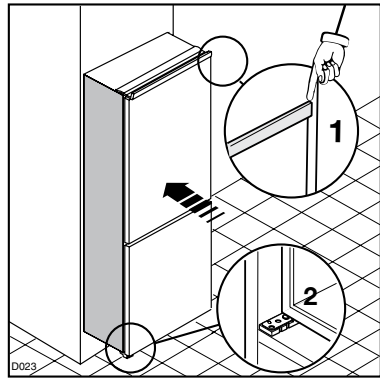

Abb.6
Abb.6: Gerät in die Nische einschieben, bis die Anschlagleiste (1) oben am Möbel anliegt und die vordere Kante des Befestigungsscharniers mit der Türöffnungsseite bündig an der Nischenseitenwand ansteht (2).